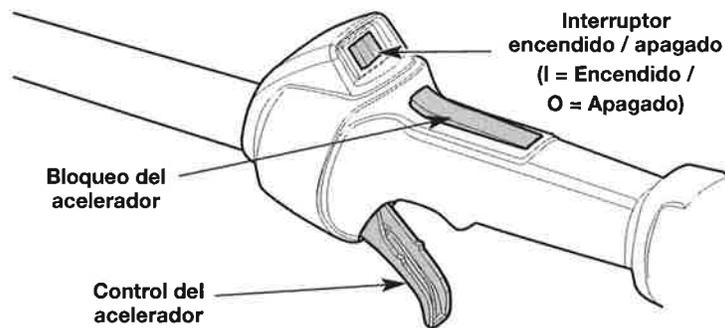

Fig. 12
NOTA: No es necesario encender la unidad. El interruptor de encendido/apagado está en la posición **On (I)** (encendido) en todo momento (Fig. 12).
6. Oprima y mantenga apretado el bloqueo de acelerador. Apriete y mantenga apretado el control del acelerador (Fig. 12). Tire de la cuerda con movimiento controlado y firme **5 veces** (Fig. 15).
2. Oprima y mantenga apretado el interruptor de encendido/apagado en la posición **Off (O)** (apagado) hasta que el motor se pare por completo (Fig. 12).
7. Oprima y mantenga el bloqueo de acelerador. Apriete y mantenga apretado el control del acelerador (Fig. 12). Ponga en marcha el accesorio Speed Start™ durante 2 segundos.